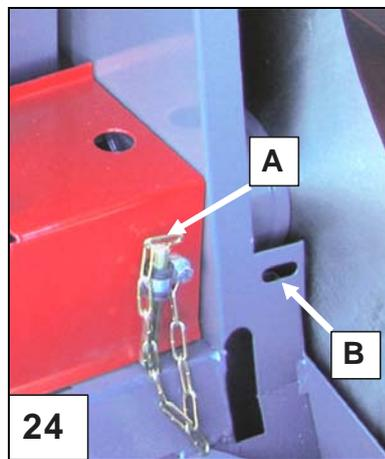

Abb. 24. Entfernen des Sägeblatts 2/2
3. Stecken Sie Stift A in das mit dem Pfeil angegebene Loch B, damit sich das Sägeblatt nicht drehen kann (Abb. 24), und lösen Sie die Sägeblattnutter (Rechtsgewinde, 36 mm Schraubenschlüssel). Muttergewinde M24x2